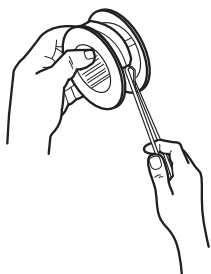

Fig. 16c
- > Coupez une nouvelle portion de fil. Faites une boucle au milieu du fil et insérez cette boucle dans le crochet situé sur la bobine (fig. 16c).